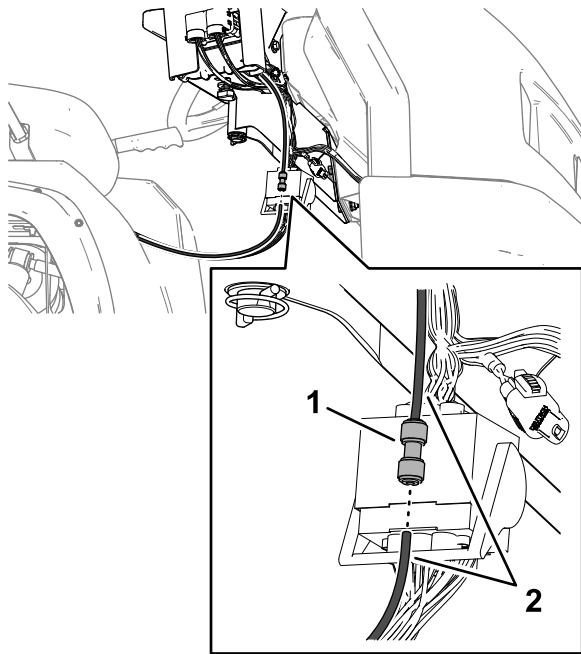

Figure 133
- Insérez le tube de détection de pression dans le raccord à emboîtement jusqu'à ce qu'il soit complètement enclenché (Figure 133).